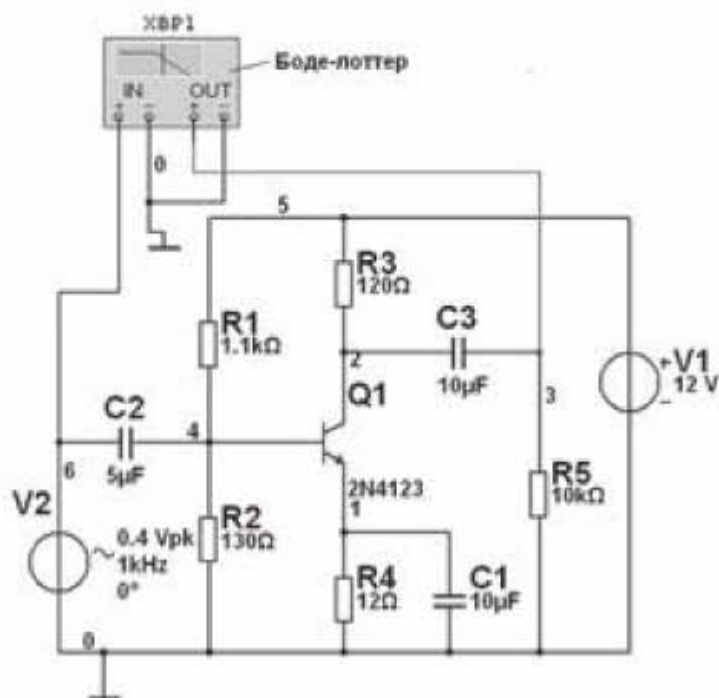

Рис. 3.97. Усилитель с общим эмиттером
3.3.1. Собрать схему усилителя с общим эмиттером на транзисторе 2N4123, представленную на рис. 3.97. Провести анализ параметров рабочей точки усилителя. Для этого выбрать пункты *Моделирование* → *Вид анализа* → *Рабочая точка на DC*. Сравнить полученные в результате моделирования параметры рабочей точки с параметрами, определяемыми по условию выбора рабочей точки в середине нагрузочной прямой.